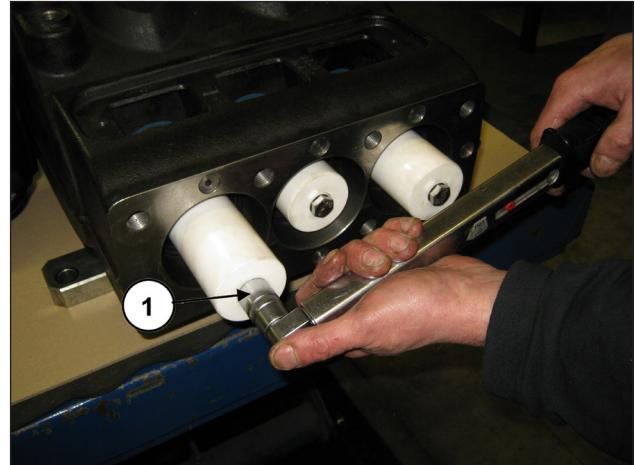

Fig. 152
Démonter les pistons en dévissant les vis de fixation (rep. ①, Fig. 152).